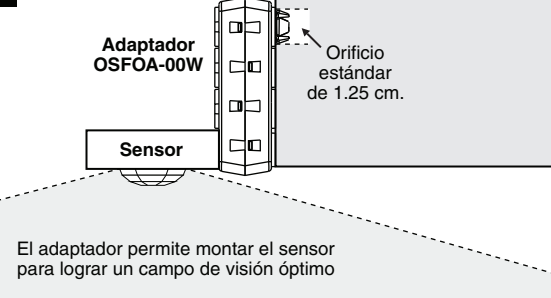

Figura 3
- Deslice la contratuerca sobre los conductores y enrósquela hacia la derecha en la tuerca roscada para asegurar el sensor firmemente en su lugar verificando que el lente esté orientado hacia el área que va a monitorear (campo de visión). Apriete usando una presión de 4 ft-lbs. **NUNCA USE MAS** de 5 ft-lbs (**vea Figura 3**).